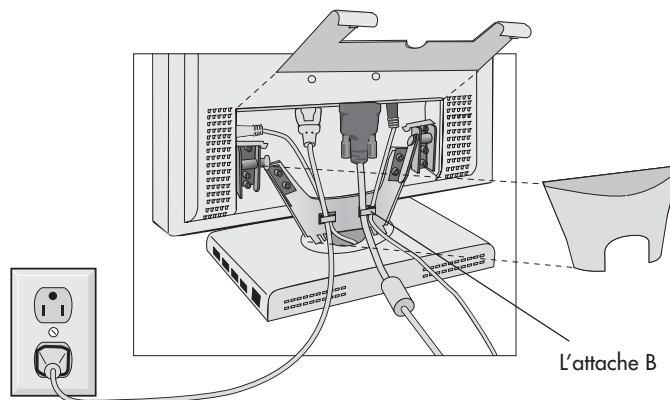

Figure D.1
4. Branchez le mini-connecteur D-SUB à 15 broches de câble vidéo aux connecteurs appropriés à l'arrière du moniteur. Branchez le câble vidéo sous l'attache B (Figure D.1).
7. Connectez une extrémité du câble d'alimentation sur l'adaptateur CA et l'autre extrémité sur la prise de secteur. Faites glisser le câble à signal vidéo et le câble d'alimentation électrique ca dans les fixations (Figure D.1). Remplace connecteur étui et étui câble.